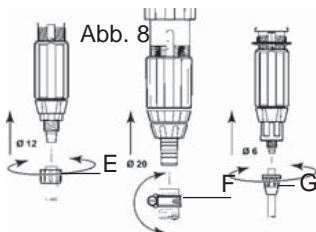

Abb. 8
- Zum Anschliessen des Ansaugschlauches, die Mutter (Abb. 8-E) die sich unten am Dosierteil befindet, losschrauben und über den Saugschlauch stülpen.
- Zum Anschliessen des Ansaugschlauches, die Mutter (Abb. 8-G) die sich unten am Dosierteil befindet, losschrauben und über den Saugschlauch stülpen.
- Mithilfe eines Schraubenziehers die Schelle (Abb. 8-F) des Ansaugschlauches lösen.